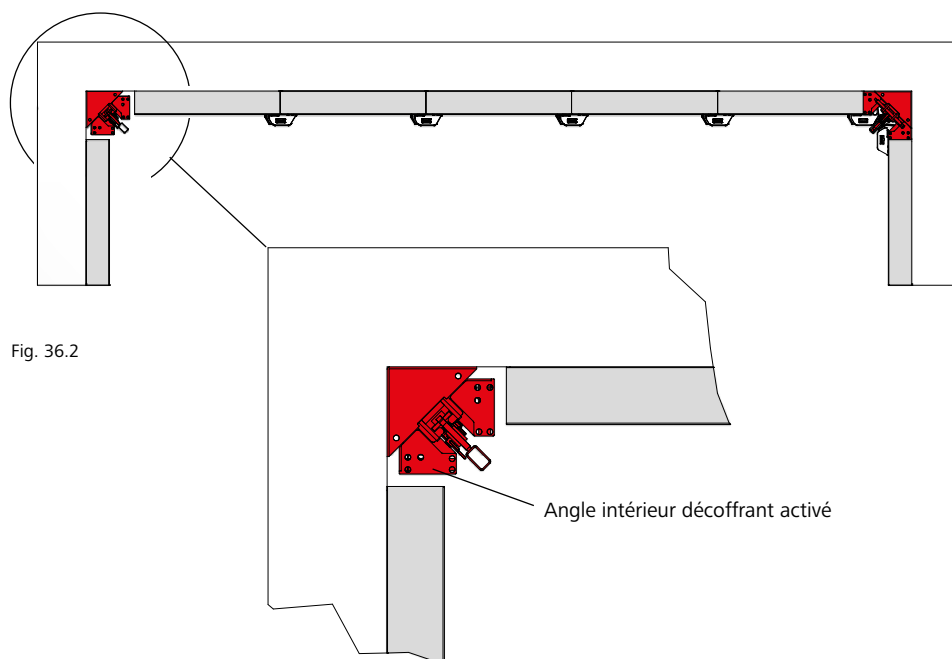

Fig. 36.2
2. Activer l'angle intérieur décoffrant ST (Fig. 36.2 et pages ST/AS 33 à 35).